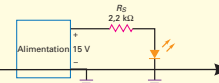

Figure 5.47
- 5.25 Multisim** Quel est le courant dans la LED de la figure 5.47 ?
- Si la résistance de la figure 5.47 décroît jusqu'à 1 kΩ, quel est le courant dans la LED ?
- La résistance de la figure 5.47 décroît jusqu'à ce que le courant dans la LED soit de 13 mA, quelle est alors sa valeur ?